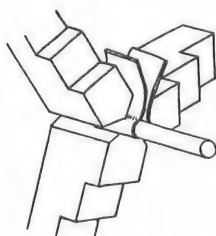

図9-47
①の場合は確実に起きます。対策として間にあわせの手段ですが厚さ0.3～0.5mmぐらいの真鍮板を工作物に1回巻き付けてからくわえますと安定します(図9-47)。